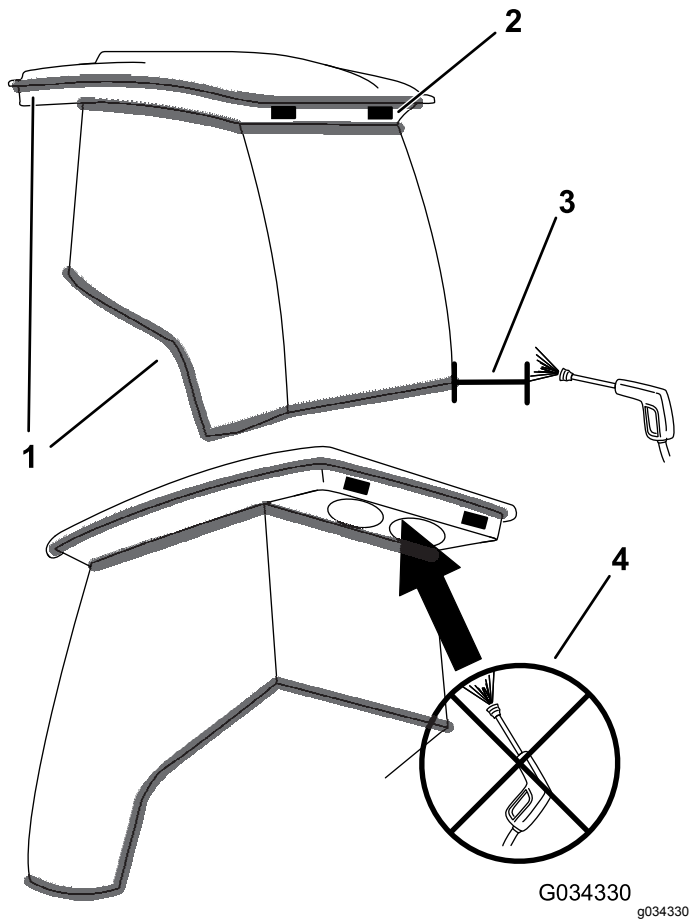

Рисунок 52
**Внимание:** Соблюдайте меры предосторожности при очистке в зонах вокруг уплотнений и осветительных приборов на кабине (**Рисунок 52**). При использовании воды под давлением, держите распылитель на расстоянии не менее 0,6 м от машины. Не направляйте воду под давлением непосредственно на уплотнения и осветительные приборы кабины или под задний свес.